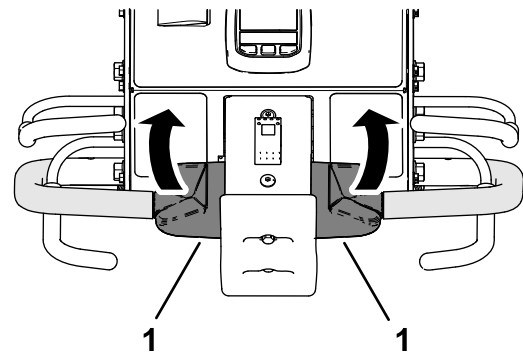

Bild 38
- Halten Sie den Schaltbügel und den Aerifizierbügel fest und drehen Sie den oberen Teil des Fahrtriebshebels nach hinten (Bild 38).